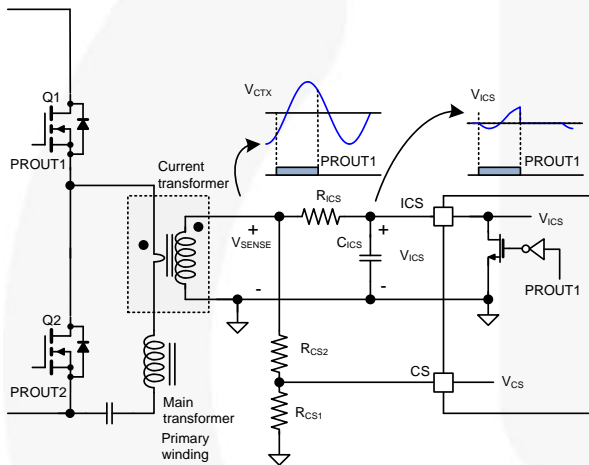
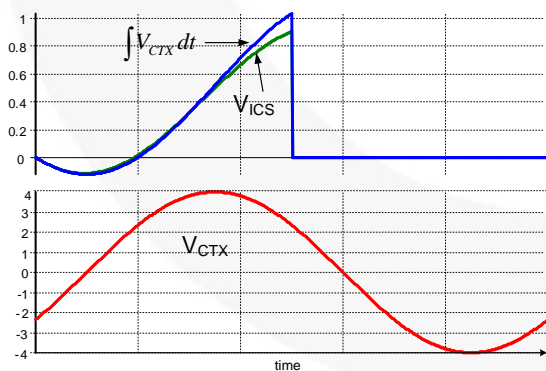
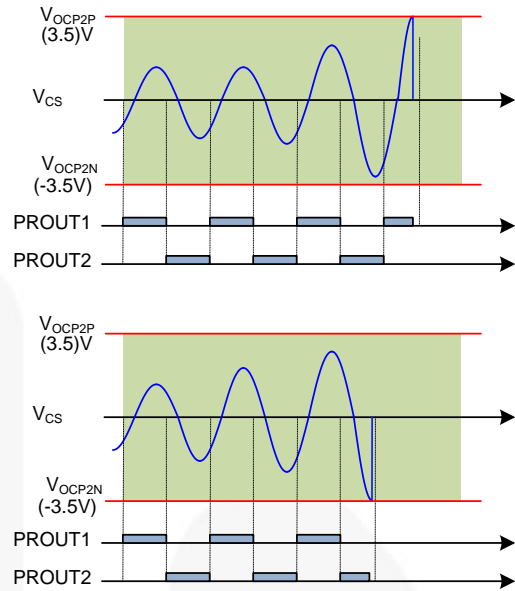

图 61. FAN7688 的电流感测
图 62. 通过  $V_{SENSE}$  生成积分信号 ( $V_{ICS}$ )
图 66. CS 引脚的过流保护
FAN7688 可检测瞬时开关电流和开关电流的积分，如图 61 所示。由于 FAN7688 位于次级端，因此通常使用电流互感器检测初级端电流。如果 PROUT1 低，ICS 引脚将通过内部复位 MOSFET 箝位在 0 V。反之，如果 PROUT1 高，ICS 引脚将不会被箝位，且积分电容 ( $C_{ICS}$ ) 将根据感测电阻电压 ( $V_{SENSE}$ ) 和 ICS 引脚电压之间的压差进行充放电。在正常运行期间，由于功率限制阈值为 1.2 V，因此 ICS 引脚的电压小于 1.2 V。电流感测电阻和电流互感器匝数比的设计应满足在满载条件下，电流感测电阻上的电压 ( $V_{SENSE}$ ) 大于 4V。因此，充电和放电电流  $C_{ICS}$  应几乎与电流感测电阻上的电压 ( $V_{SENSE}$ ) 成比例关系。图 62 比较了  $V_{SENSE}$  的幅度为 4 V 时 VICS 信号与理想的积分信号。由图可知，VICS 信号与理想的积分信号之间存在大约 10% 误差，对于大多数设计来说这是可以接受的。如果需要更高精度的 VICS，则应增加  $V_{SENSE}$  的幅度。
(1) 非零电压开关预防：当补偿电压 ( $V_{COMP}$ ) 大于 3 V 且  $V_{CS}$  峰值小于 0.3 V 时，将检测到 NonZVS 条件，从而减弱内部补偿信号以增加开关频率。
(2) 过流保护 (OCP2)：当  $V_{CS}$  大于 3.5 V 或小于 -3.5 V 时，将触发过流保护 (OCP)。还会在 CS 引脚上感测到初级端瞬时电流。由于 CS 引脚上的 OCP 阈值为 3.5 V 和 -3.5 V (如图 66 所示)，因此通常通过使用分压器从  $V_{SENSE}$  获得 CS 信号，如图 61 所示。将增加 150 ns 去抖动时间以进行 OCP。